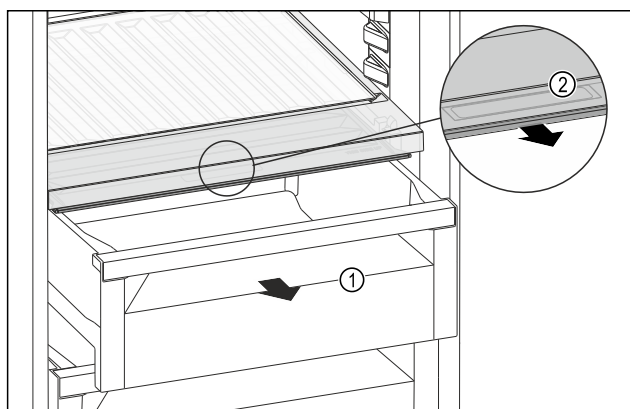

Fig. 176
- Estrarre il cassetto Fig. 176 (1).
- Afferrare la maniglia incassata Fig. 176 (2) sul coperchio dello scomparto e tirare allo stesso tempo in avanti il coperchio dello scomparto.